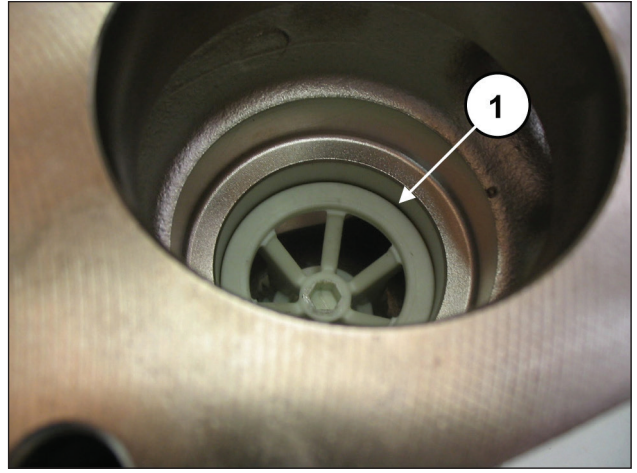

图105
(部件号①, 图105)。
整个阀组必须完全插入到底，并应如①, 图105所示。